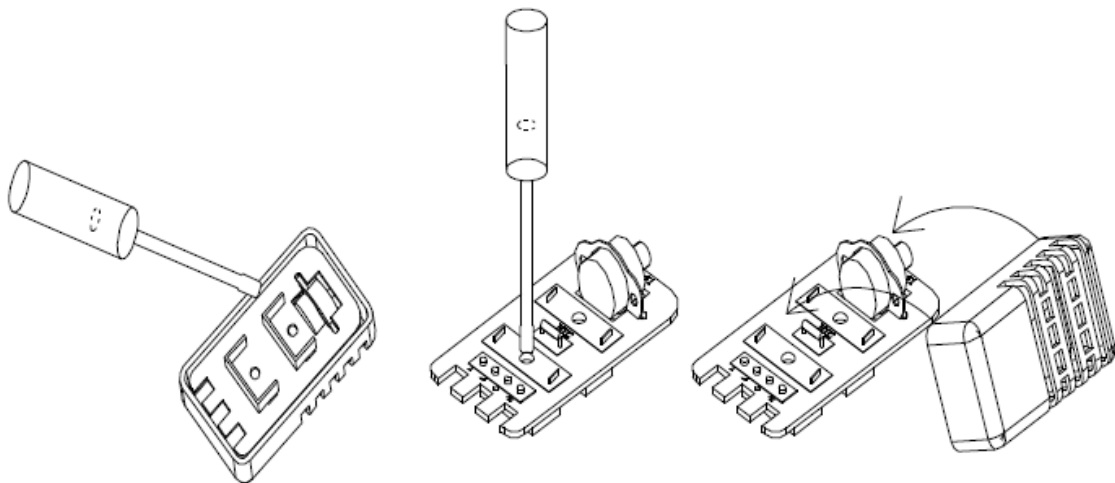

Abbildung 7. Öffnen und Schließen des Temperaturfühlers
Die Edelstahloberfläche des Saunaofens wird während des Betriebs sehr heiß und muss daher vor Berührung geschützt werden. Beachten Sie dazu Bild 7.
3. Nun können Sie den Temperatursensor, mit Hilfe von zwei Schrauben befestigen. Nutzen Sie dazu die beiden Löcher, welche in die Platine eingearbeitet wurden. Beachten Sie dazu Abbildung 7. Anschließend stecken Sie die Plastikabdeckung wieder auf die Platine.